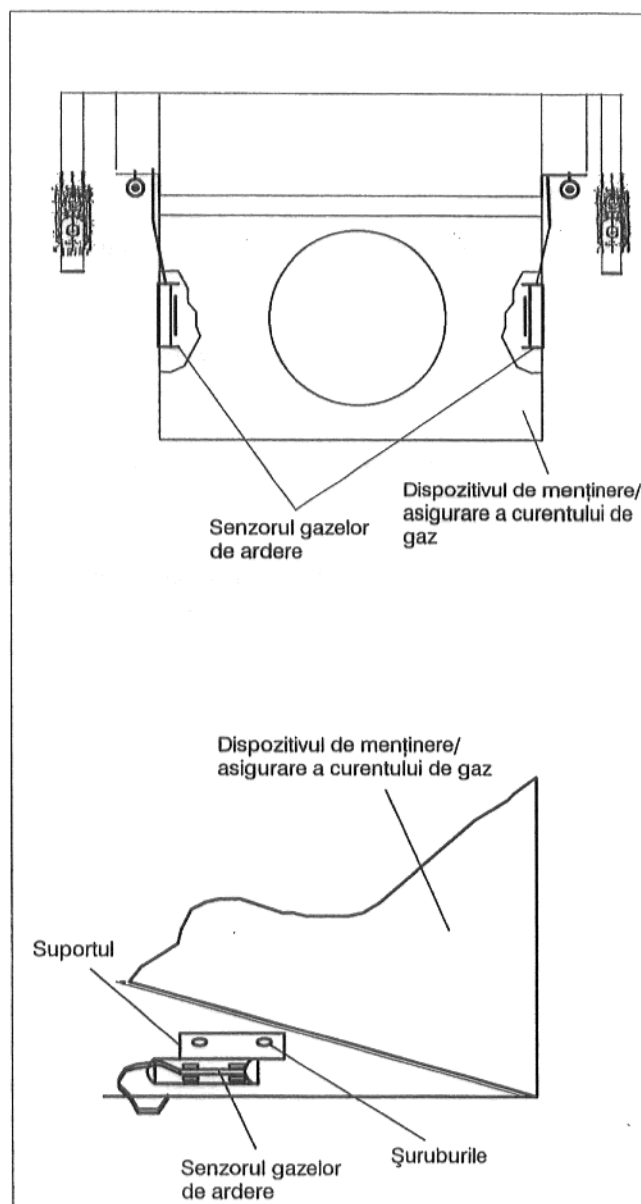

Fig. 48
- Cele 2 suporturi ale senzorului gazelor de ardere stânga și dreapta de la partea interioară a dispozitivului de menținere a curgerii, se vor fixa din exterior în găurile prevăzute (Fig. 48) cu șuruburile anexate.